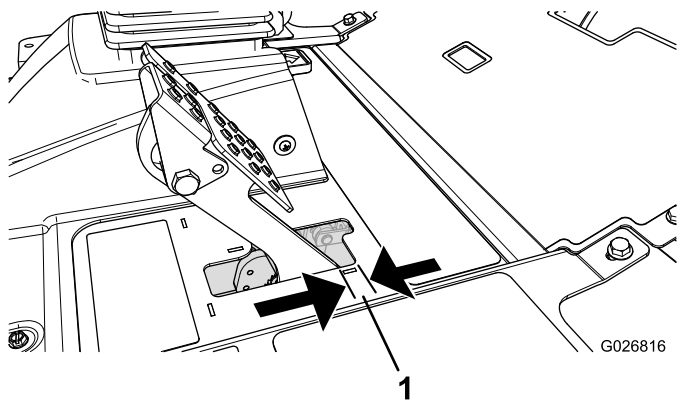

Figura 51
Regolate i freni se il pedale ha un "gioco" superiore a 2,5 cm (Figura 51), o quando è necessaria maggiore forza di tenuta. Per gioco s'intende la distanza che il pedale percorre prima che si avverta la resistenza della frenata.
2. Serrate il dado posteriore per spostare indietro il cavo, finché i pedali del freno non hanno un gioco compreso tra 6,3 e 12,7 mm (Figura 51), prima che la ruota si blocchi.